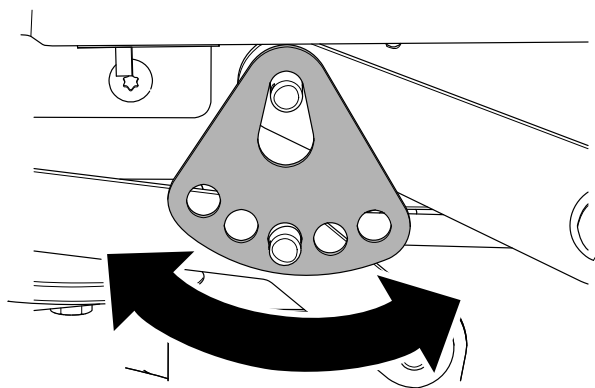

**Figuur 69**
6. Verwijder de R-pen en de ring van de onderste pen van de hefarm (Figuur 69).